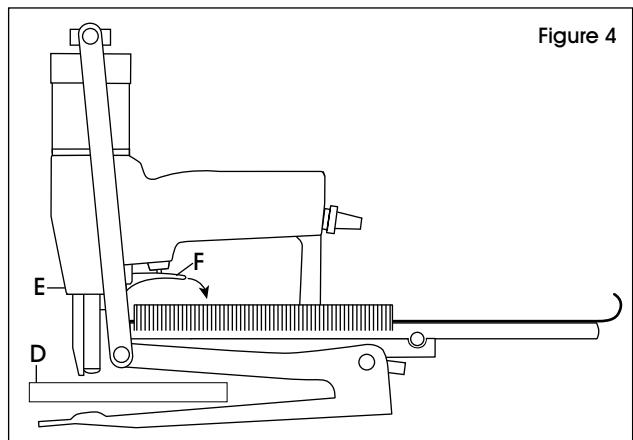

Figure 4
- Placez l'article à agrafer (D) sous la tête (E) de l'agrafeuse. Appuyez sur la détente (F). (Voir Figure 4)